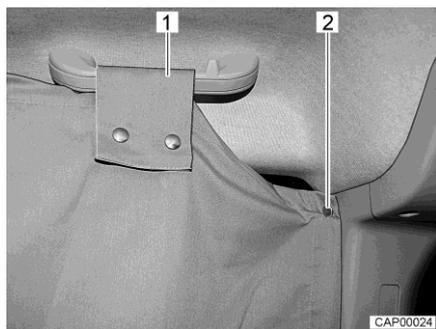

Fig. 21 Oscurante per cabina di guida sul finestrino laterale
- Fissare l'oscurante per cabina di guida su un lato della cabina di guida. A tale scopo, fissare due bottoni a pressione (Fig. 21,2) dietro il finestrino laterale, sul montante B.
- Guidare l'asola (Fig. 21,1) sopra l'impugnatura fino a portarla sopra il finestrino laterale e fissarla con i bottoni a pressione.